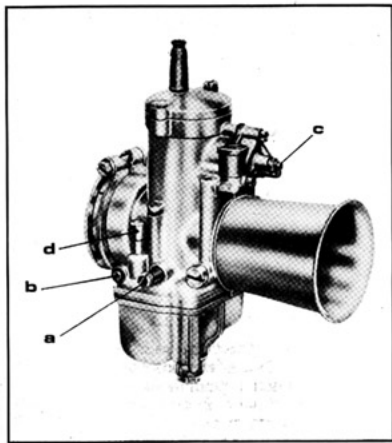

Fig. 29
Questi carburatori vengono montati sui motocicli 750/900 SS in abbinamento ai silenziatori « Conici » ad alto rendimento. Prendono la denominazione PHM/40/AD quando hanno la vite di regolazione a Destra (guardando il carburatore dalla parte della presa d'aria), oppure PHM/40/AS se hanno la vite a Sinistra. La fig. 29 mostra un carburatore PHM/40/AS.
They are named PHM/40/AD when with R.H. adjusting screw (looking at the air intake side carb.), or PHM/40/AS when with L. H. adjusting screw. Fig. 29 shows a PHM/40/AS carb.
a) **Minimo** (vedi fig. 29)
a) **Idling** (see Fig. 29)
L'avviamento a motore freddo si deve eseguire dopo aver agito 5÷6 volte sul pulsante agitatore (d) (vedi fig. 29) ed aprendo leggermente la valvola gas. In particolari condizioni di freddo intenso è consigliabile anche aprire completamente 2 o 3 volte la valvola gas in modo che la pompa di ripresa, inietti nel condotto un'ulteriore quantità di carburante che facilita così l'avviamento.
To start from cold, the (d) flooding-plunger should be pressed five or six times, lightly opening the throttle (see fig. 29).